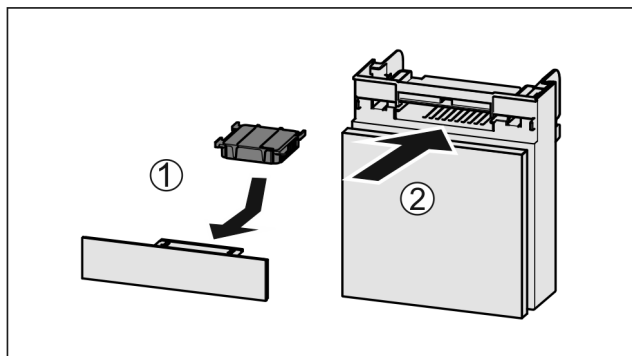

Fig. 153
- Aseta aktiivihiilisuodatin kuvan mukaisesti paikoilleen Fig. 153 (1).
- Työnnä lokero kiinni Fig. 153 (2).